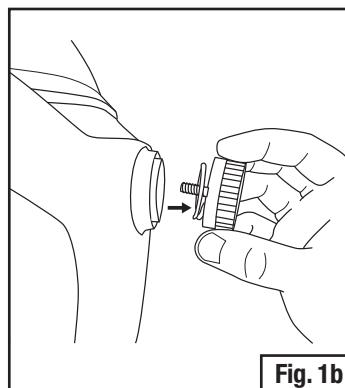

Fig. 1b
- Desatornilla la perilla accionada por resorte de cada lado de la protección de la cabeza y retira la careta de soldadura M-153SG del frente de la protección de la cabeza serie M (Fig. 1b). (No se requiere para instalaciones nuevas en cascos existentes).